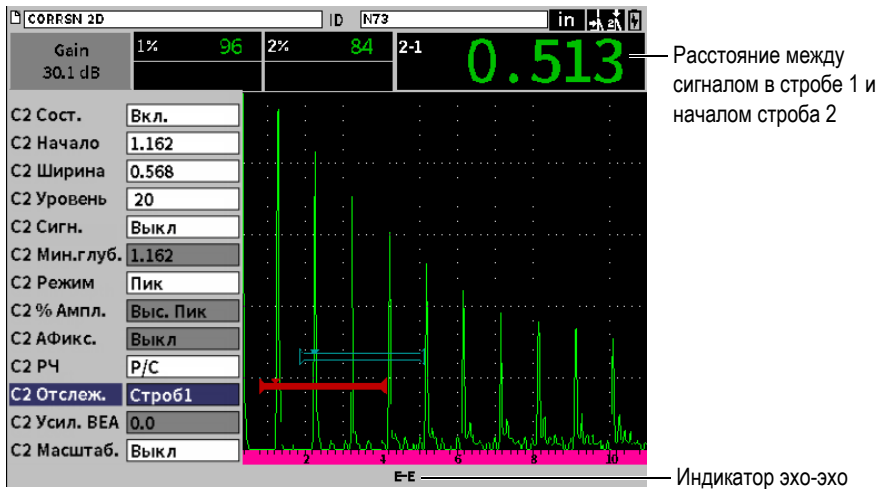

Рис. 7-7 Измерение эхо-эхо
5. Выберите значок **Строб2** () , затем установите **C2Сост.** на **Вкл.** (см. Рис. 7-7 на стр 84).